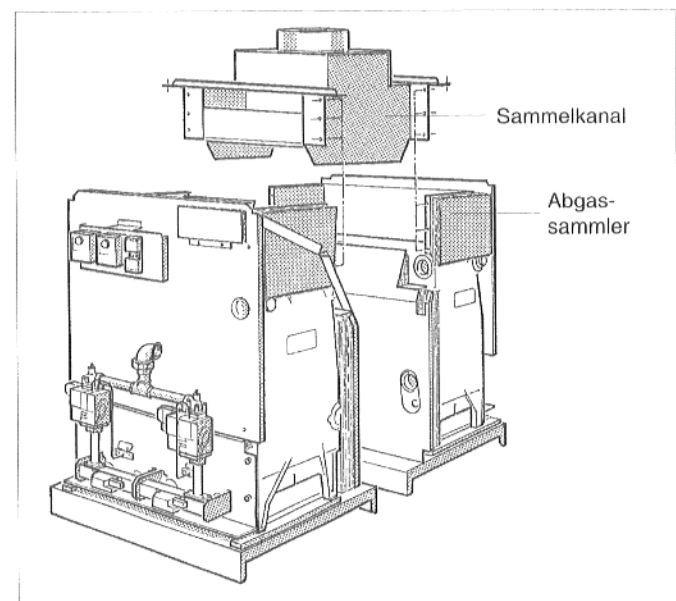

Abb. 7: Sammelkanal einsetzen G324 XD
- Sammelkanal von oben zwischen die Abgassammler setzen (Abb. 7).